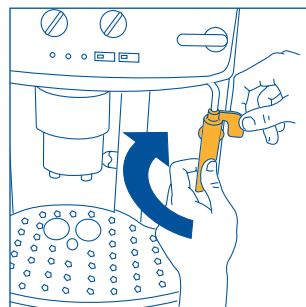

Fig.25
- Gire el mando en sentido de las agujas del reloj y, con una mano, mantenga firme la perilla del tubo del emulsionador y con la otra, desenrosqueló hacia la derecha y extráigalo hacia abajo (fig. 25).